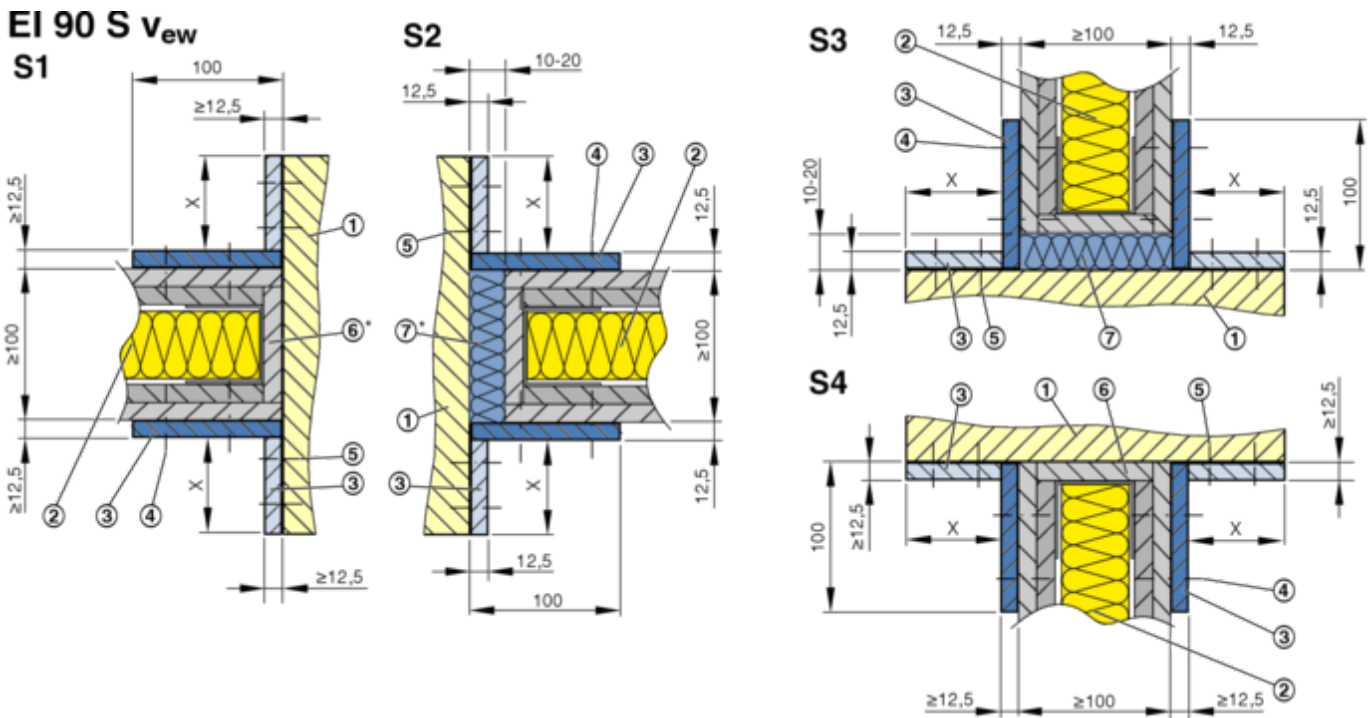
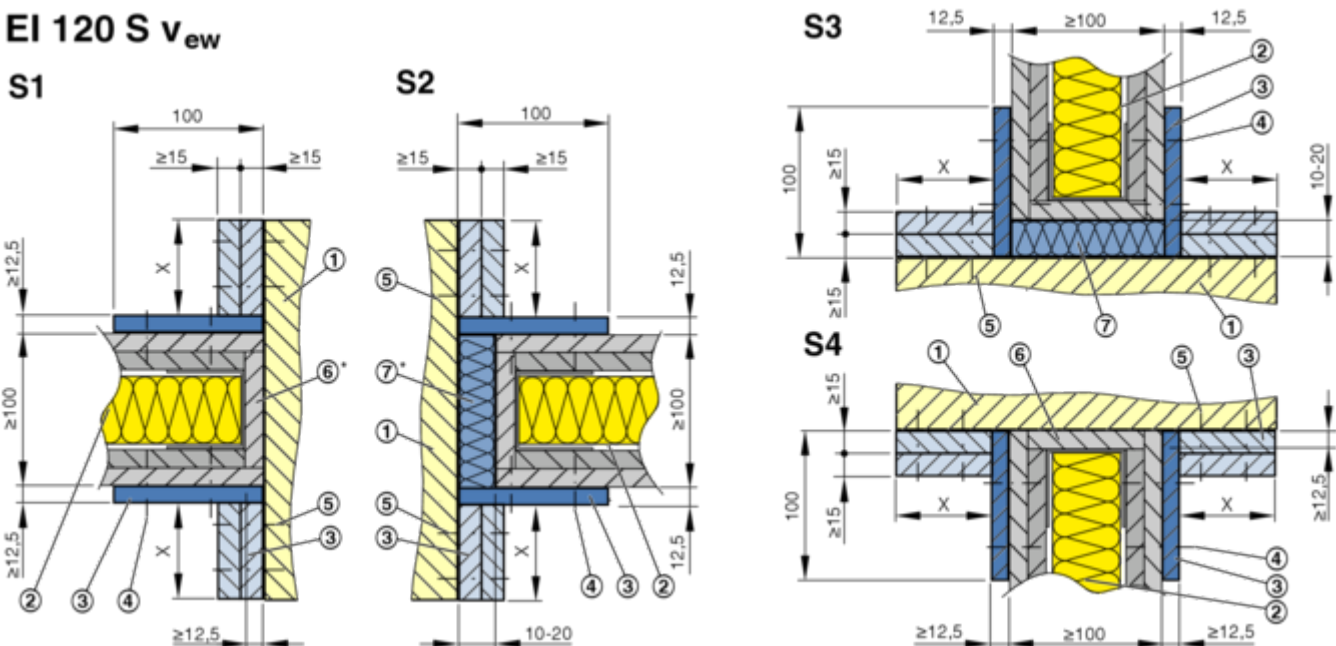

Abb. 43: Details EK-JZ Trockeneinbau in Massivwand, massive Schachtwand EI 90 S
Abb. 44: Details EK-JZ Trockeneinbau in Massivwand, massive Schachtwand EI 120 S, Legende ↪ Abb. 43
Riegel ↪ Abb. 43 , Abb. 44
- EI 90 Sew : Riegel beidseitig der Wand, 1 Streifen  $\geq 12,5$  mm, ↪ Abb. 43
- EI 120 Sew : Riegel beidseitig der Wand, 2 Streifen  $\geq 15$  mm, ↪ Abb. 44
- Hohlräume werden mit Mineralwolle oder Steinwolle ausgestopft (7).